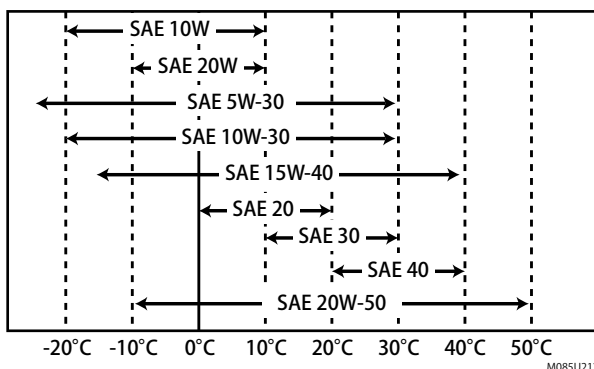

Fig. 7-6 SAE-Service Grade-Viskositätstabelle
- Wählen und verwenden Sie eine Motorölviskosität, die der Außentemperatur bei laufendem Motor entspricht. Für weitere Informationen siehe Abb. 7-6, „SAE-Leistungsgrad-Viskositätstabelle“.
Es ist notwendig, die Viskosität des Motoröls entsprechend der Außentemperatur zu wählen. Wählen Sie auf Basis der Abb. 7-6, „SAE-Leistungsgrad-Viskositätstabelle“ aus.